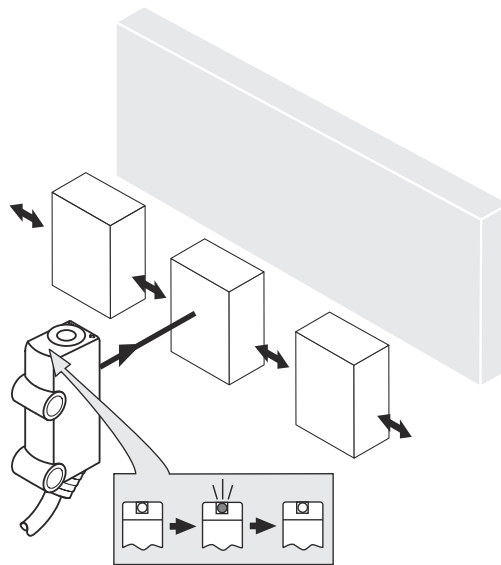

Рисунок 4: Предпочтительное направление
4. Учитывать предпочтительное направление объекта относительно датчика. см. рисунок 4, страница 146